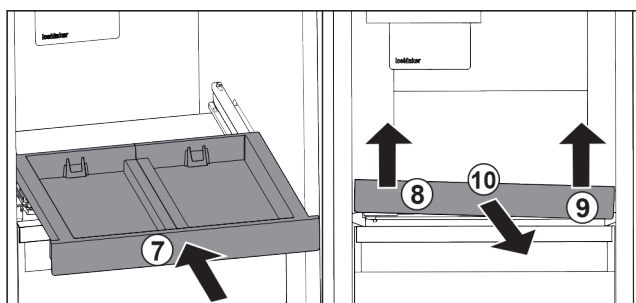

Fig. 106
- ▶ Gurnite izvlačnu ploču. Fig. 106 (7)
- ▶ Podignite izvlačnu ploču naprijed lijevo. Fig. 106 (8)
- ▶ Podignite izvlačnu ploču naprijed desno. Fig. 106 (9)
- ▶ Izvadite izvlačnu ploču prema naprijed. Fig. 106 (10)